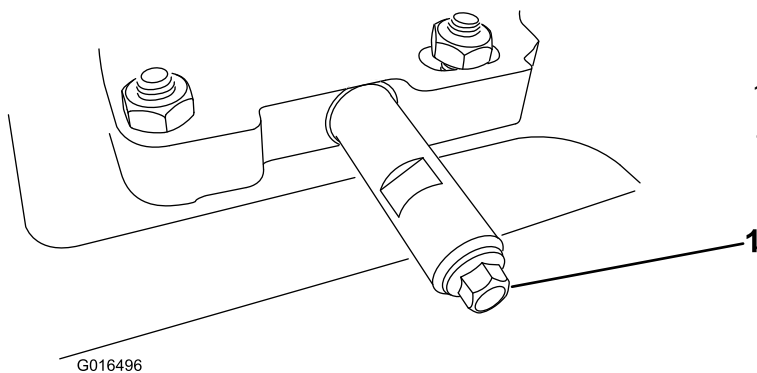

Figura 39
2. Pulite l'area attorno al tappo di spurgo dell'olio (Figura 39).